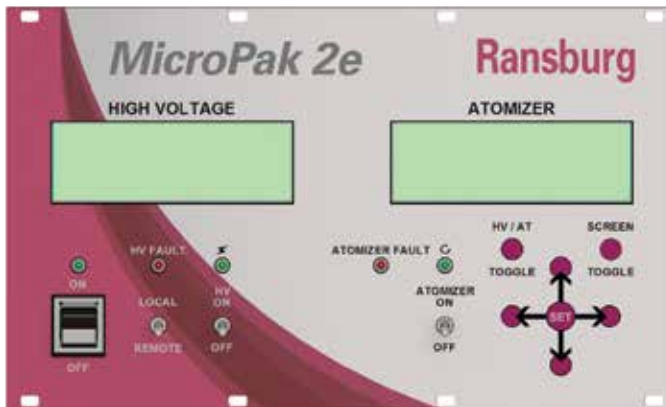

Abbildung 4: Bedienerschnittstelle
Das auf Abbildung 4 dargestellte MicroPak 2e Steuergerät besitzt eine einfach gestaltete Bedienerschnittstelle mit fünf (5) LEDs, vier (4) Schaltern, sieben (7) Tasten und zwei Anzeigen mit je vier Zeilen mit zwanzig alpha/numerischen Zeichen (4 x 20).
Dies ist ein kurzzeitiger Kippschalter für die Rückkehr in die Mittelstellung. Er kann nur betätigt werden, wenn der Schalter für den Lokal-/Remote-Modus auf „Local“ steht. Dieser Schalter wird verwendet, um den Hochspannungsausgang zu aktivieren und zu deaktivieren und um Systemfehler zu löschen. Wenn die Systemkontrollen und der Strom-Status OK sind, wird der Hochspannungsausgang aktiviert, wenn der Schalter auf die obere Position (HV on) gestellt wird (siehe „Abb. 4 - Bedienerschnittstelle“ in diesem Abschnitt). Bei auf die untere Position geschaltetem Schalter (HV off) wird der Hochspannungsausgang deaktiviert. Wenn ein Systemfehler vorliegt und dieser Schalter auf die AUS-Position (bzw. die „Reset“-Position) gestellt wird, werden alle aktuell vom System erfassten Fehler zurückgesetzt (gelöscht).
Die rote HS Fehler-LED leuchtet, wenn das System einen Fehler erfasst (siehe „Abb. 4 - Bedienerschnittstelle“ im Abschnitt SCHALTER). Im Lokal-Modus wird der Fehler durch Umschalten des Schalters „HV on/off“ in die AUS-Position (Reset-Position) gelöscht. Wenn der Fehler im System fortbesteht und vom System erfasst wird, leuchtet die LED weiter.